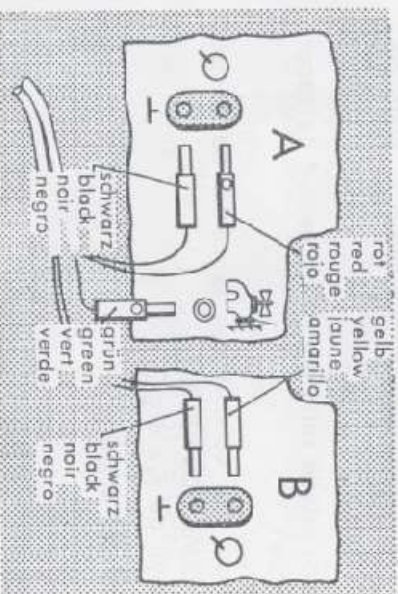

Fig. 5
b) Stereo-Wiedergabe nach Fig. 5.
- b) Figure 5 shows the hook-up for stereo reproduction.
- b) Reproduction stéréophonique: fig. 5.
- b) Reproducción estereofónica: fig. 5.